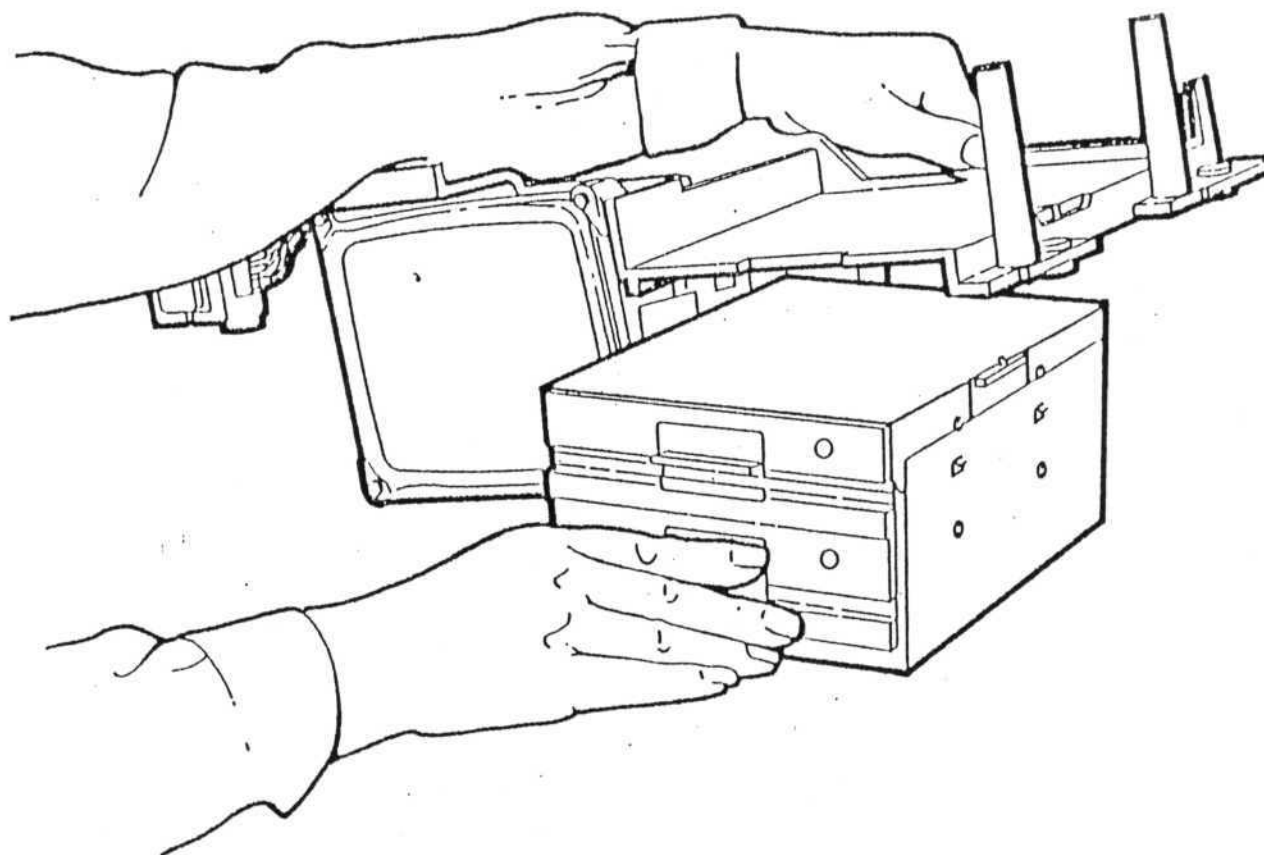
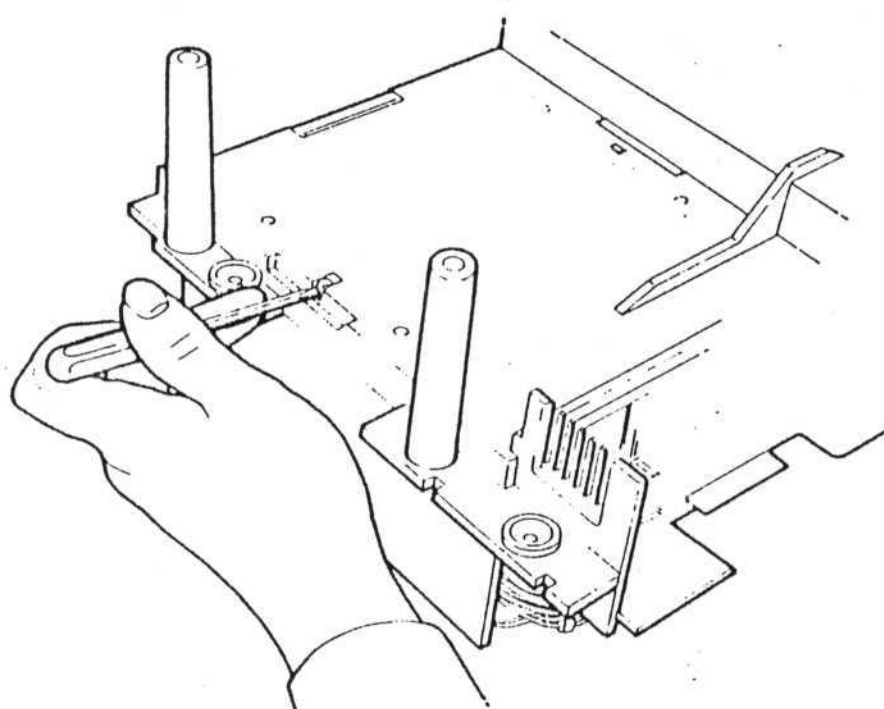

Bild 5
Bild 6
4. Das Laufwerksgehäuse in die dafür vorgesehenen Schlitz im Mittelträger einrasten (Bild 5 und Bild 6).